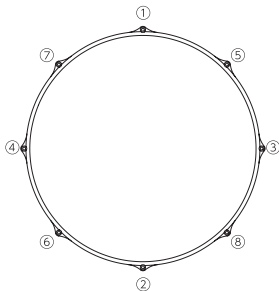

Fig. 1-1E
* Cuando fije el parche al casco, no lo apriete en un solo lugar. En su lugar, apriete ligeramente cada perno con los dedos, y después apriete uniformemente el parche en el orden diagonal mostrado en la Fig. 1-1E con la llave de afinación.